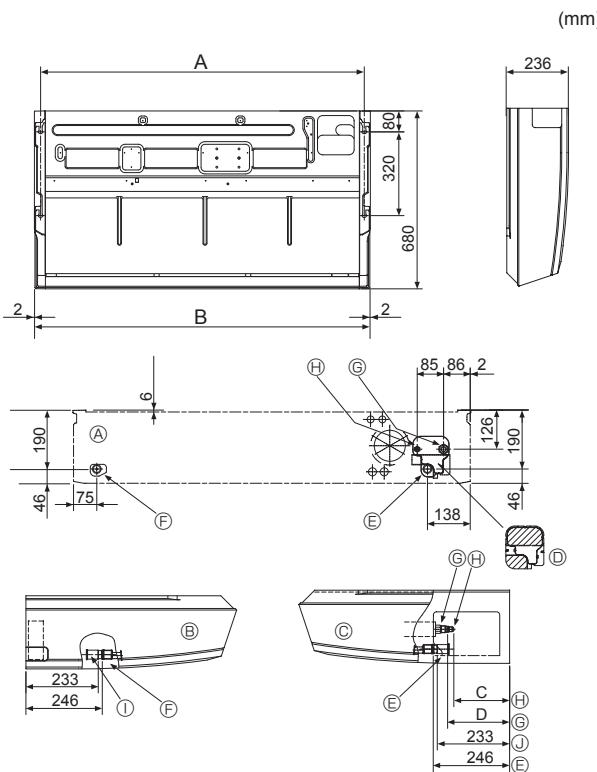

Fig. 3-2
①	Arandelas	4
②	Tapón de tubería	1 Tamaño grande (para la tubería del gas)
③	Tapón de tubería	1 Tamaño pequeño (para la tubería del líquido)
④	Bandas	4
⑤	Adaptador de junta	1 marcado "UNIT"
⑥	Tapón para el adaptador	1
⑦	Tapón para la tubería de drenaje	1
⑧	Tuerca abocardada	1 ø6,35 (Sólo M60)
3.2. Preparación para la instalación (Fig. 3-2)